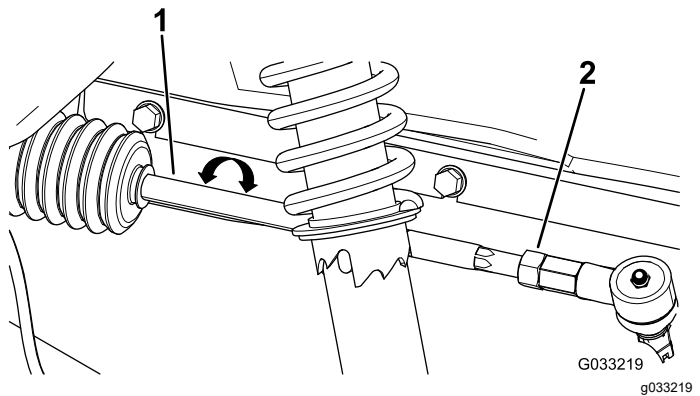

Figure 45
3. Si la mesure n'est pas comprise entre 0 et 6 mm (0 et ¼ po), desserrez les écrous de blocage aux extrémités extérieures des biellettes (Figure 45).